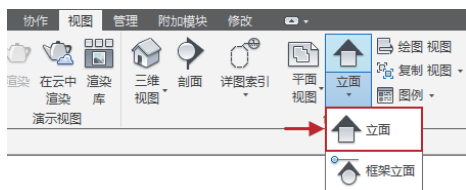

图2-34 选择“立面”选项
- 01 切换至“视图”选项卡，在“创建”面板上单击“立面”按钮，在弹出的下拉列表中选择“立面”选项，如图2-34所示。